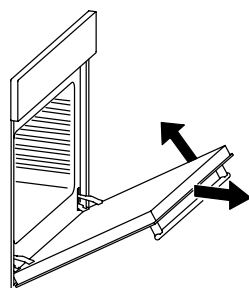

fig. 15: Ovendeur verwijderen
- Open de ovendeur volledig en druk de metalen beugel van het onderste scharnier achter het haakje van van het bovenste scharnier (links en rechts), zie fig. 15.